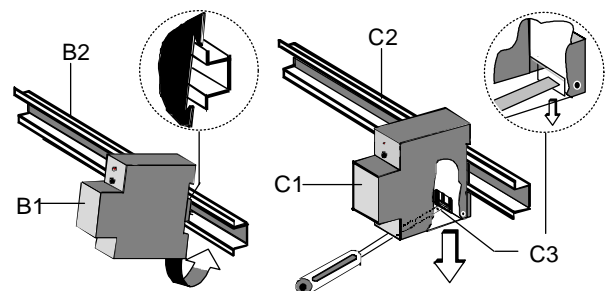

Bild 2: Montage und Demontage des Reiheneinbaugerätes
- Das Gerät (Bild 2, B1) in die Hutschiene (Bild 2, B2) einhängen und
- das Gerät (Bild 2, B1) nach hinten schwenken, bis der Schieber hörbar einrastet.
- Mit einem Schraubendreher den Schieber (Bild 2, C3) nach unten ziehen, durch leichtes Drücken einrasten und
- den IP Viewer N151 (C1) aus der Hutschiene (Bild 2, C2) herausschwenken.